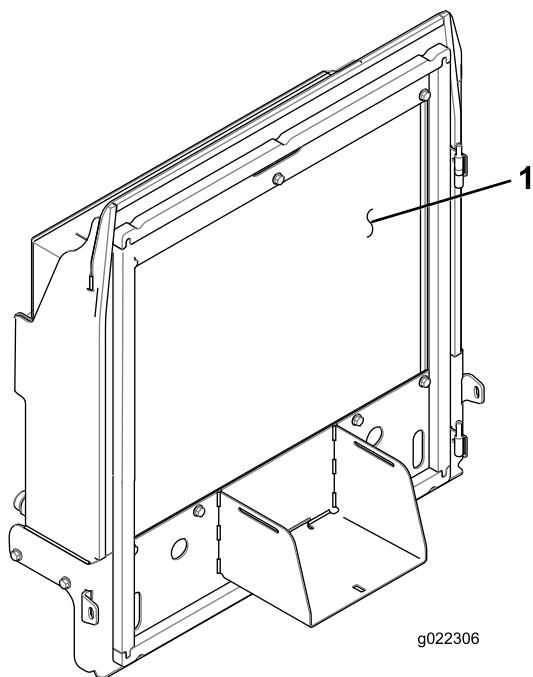

Figura 95
4. Pulite accuratamente entrambi i lati del radiatore e del refrigeratore dell'olio (Figura 95) utilizzando aria compressa.